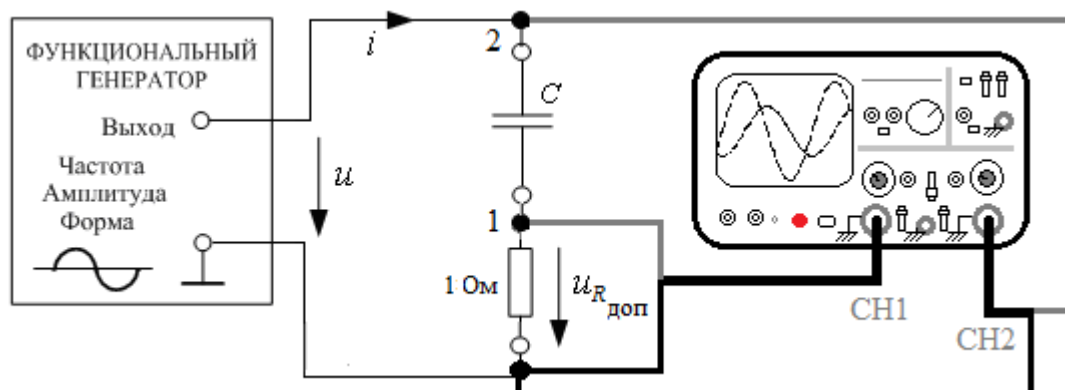

Рис. 1.4П
- Собрать цепь по рис. 1.4П, поменяв катушку L на конденсатор $C=10$ мкФ из модуля **РЕАКТИВНЫЕ ЭЛЕМЕНТЫ**. Получить на экране **ОСЦИЛЛОГРАФА** изображения кривых мгновенных значений напряжения и тока. Полученные изображения занести в отчет.